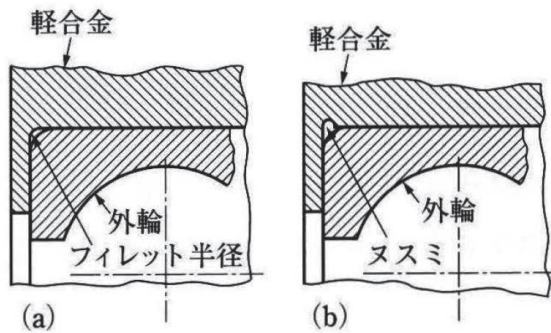

図 1 軸受ハウジング
軸受を取り付けるための穴は、図 1 に示したように目くら穴とする場合もある。しかし、この場合は十分な加工精度が得られないことがある。切削工具の摩耗具合によって、加工されたすみ部の精度が思わしくなかったりするためである。これにより、以下のような軸の取り付け不良の原因となる。
1) フィレット部の形状寸法が適切でなくなる。このため、図 1(a) に示したように、フィレットと【A】とが接触し【B】を起こす。
これに対して、図 1(b) のように隅にヌスミを設ける場合がある。しかし、この場合でも、